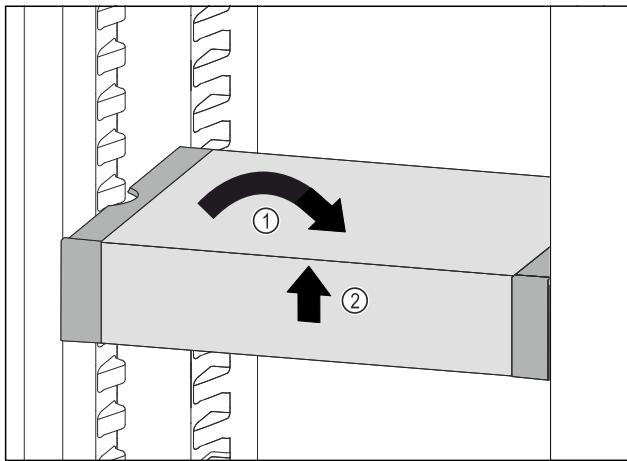

Fig. 124
- Вирівняти VarioSafe. Fig. 124 (1)
- Підняти VarioSafe спереду. Fig. 124 (2)